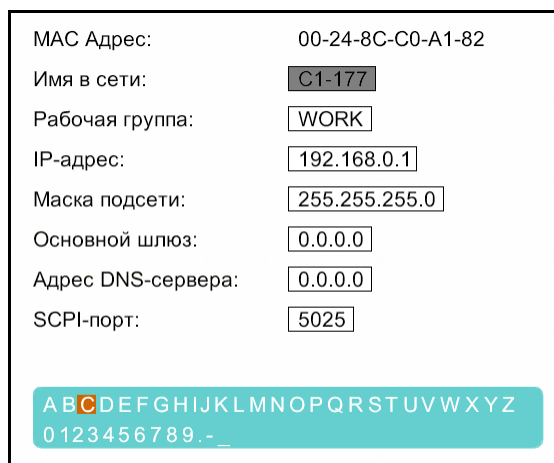

Рисунок 6.37 – Изображение окна редактирования параметров LAN-интерфейса
- в центре экрана осциллографа откроется окно редактирования параметров LAN-интерфейса (рисунок 6.37). В этом окне отображаются текущие настройки интерфейса;